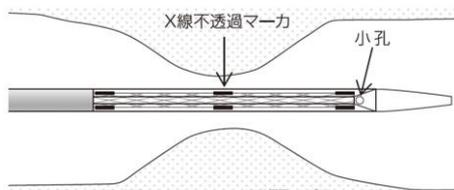

図1 ステント展開工程
- 4) X線透視下または内視鏡ガイド下で、ステントの中心にあるX線不透過マーカを目安にデリバリーシステムを狭窄部の中央に配置する。(図1)